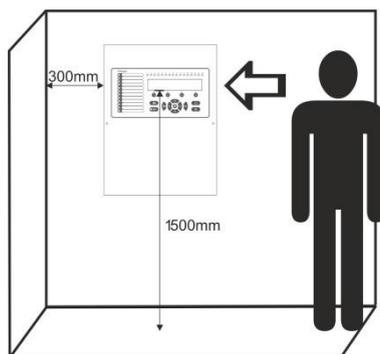

Figura 1
- Seleccione la ubicación óptima de la central en el local (Figura 1), lejos de equipos de calefacción, de gran acumulación de polvo y de acceso del agua, con una temperatura ambiental entre -5°C y $+50^{\circ}\text{C}$. Atención: ¡Este panel no es hidrófugo!